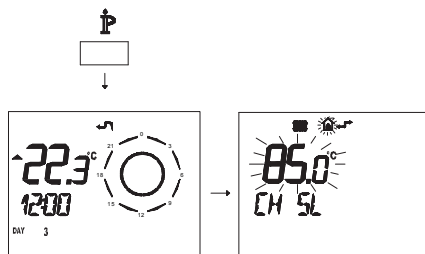

图 5.38
- 按  按钮超过 3 秒进入 **INFO** 模式 (图 5.38)。